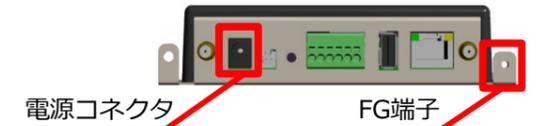

図8 ELセンサ背面図C
- (1) 準備した圧着端子と接地用ケーブルを用いて、ELセンサのFG端子にアース線を取り付ける。(図8)
- (1) ELセンサ用の電源アダプタを、ELセンサの電源コネクタに取り付ける。(図8)